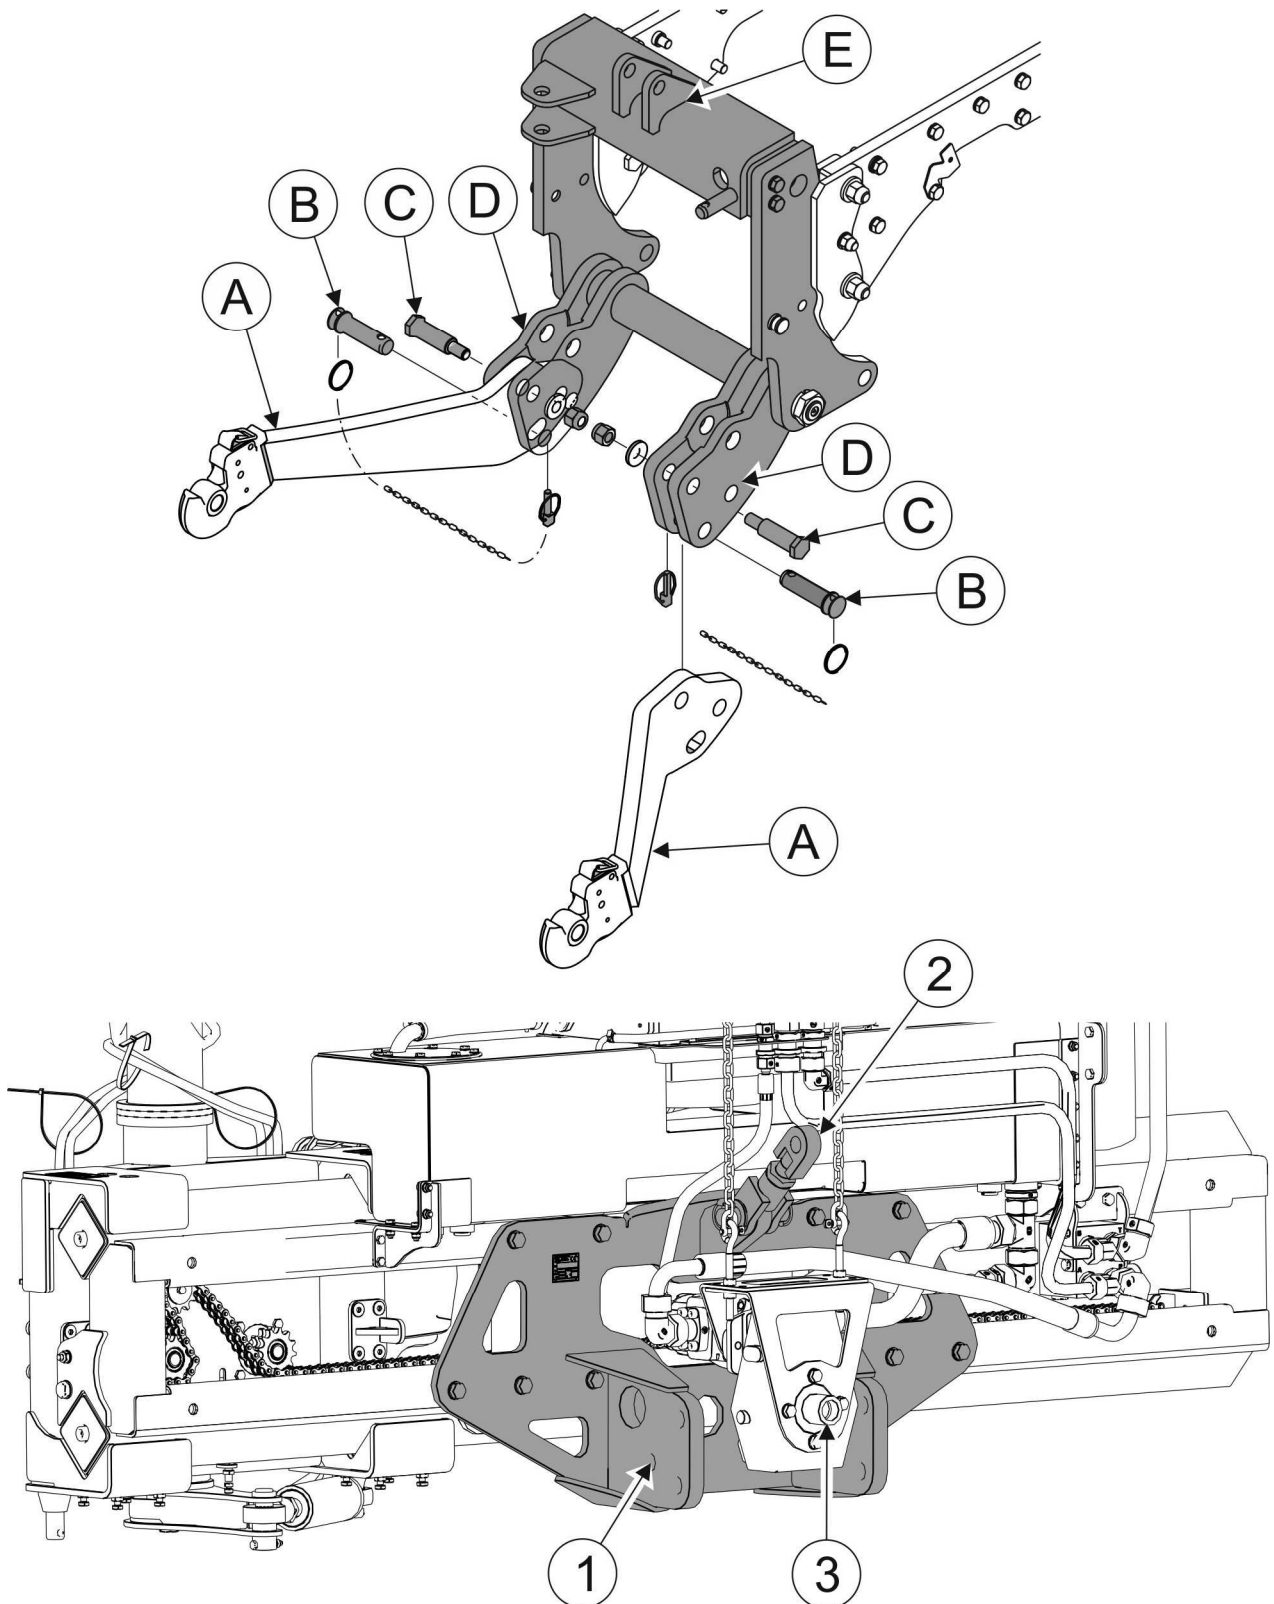

ABBILDUNG 4.2 Ankoppeln des Multifunktionsauslegers an den Schlepper.
- Die unteren Kupplungen (A) der vorderen Dreipunkthydraulik des Schleppers demontieren (ABBILDUNG 4.2)
- Die unteren Stützen (1) der Übergangsplatte der Auslegeraufhängung an den Öffnungen der unteren Kupplungen der Dreipunkthydraulik (D) anbringen;
- Die unteren Stützen (1) der Übergangsplatte mit den unteren Stützen (D) der Dreipunkthydraulik des Schleppers mit Stiften (B) und Befestigungsschrauben verbinden. Die Befestigungsstifte mittels Splinte sichern.
- Die Zentralverbindung (2) der Auslegeraufhängung mit der oberen Stütze (E) der Dreipunkthydraulik des Schleppers verbinden und mittels Splint sichern;
- Die Zapfwelle anschließen und den Anschluss des Multiplikators (3) am Schlepper befestigen;